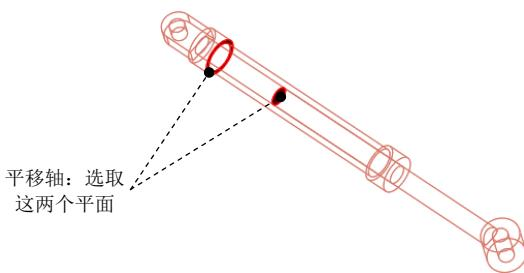

图 3.18.15 设置平移轴参考
(4) 设置平移轴参考。在 **放置** 界面中单击 平移轴 选项，选取图 3.18.15 所示的两个平面为平移轴参考。